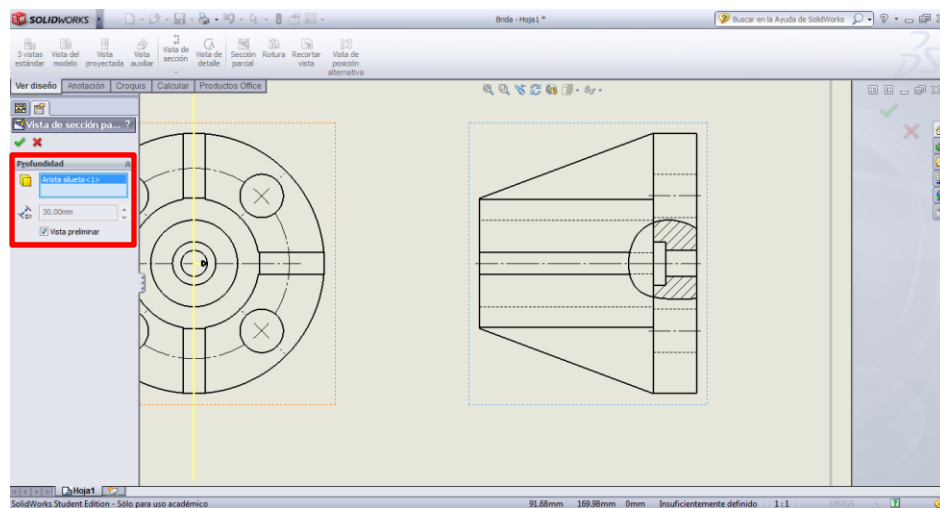

Figura 64. Creación de vista de sección parcial.
- Aparecerá a la izquierda una ventana donde definirá el parámetro. Acá, sólo debe seleccionar alguna de las aristas del refrentado y habilitar la casilla “Vista preliminar”. En la Figura 64 se observa este paso.